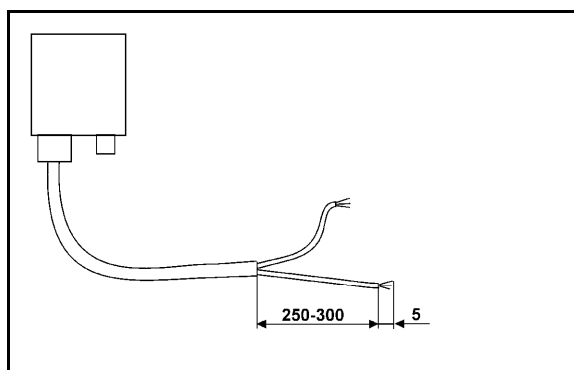

Fig. 3
Beispiel (Fig. 3/6)
3. Das Kabelende (Fig. 3) ca. 250 bis 300 mm abmanteln
- Die Kabelenden (Fig. 3) einzeln 5 mm abisolieren.